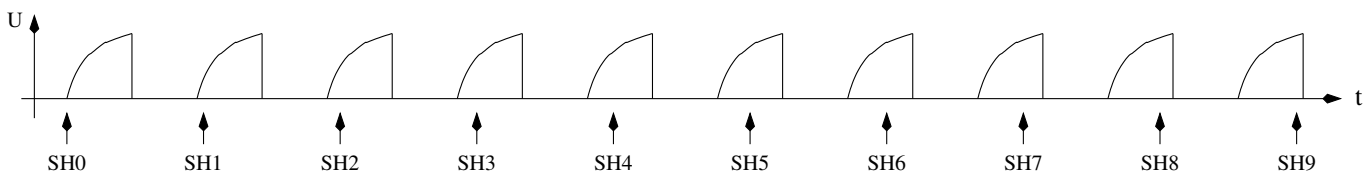

Abbildung 5.30. Abtasten eines Spannungsverlaufs mit der Samplingmethode
Der Funkamateurl Pieter-Tjerk (PA3FWM) hat für die Messung sehr kleiner Kapazitäten ( $< 100\text{pF}$ ) mit hoher Auflösung die Fähigkeiten des Testers um die Sampling ADC Methode erweitert. Die Wandlungsdauer des ADC reicht eigentlich nicht aus, um schnelle Vorgänge abtasten zu können. Bei der Abtastung der Spannung wird das Eingangssignal aber zu einer exakt festgelegten Zeit abgetastet, der Sample und Hold Zeit (SH). Der ADC braucht für eine komplette Wandlung 13 Takte, wobei der ADC Takt durch Teilung des Prozessortaktes durch 128 oder 64 gewonnen wird. Die Abtastung des Spannungswertes findet immer genau bei ADC-Takt Nummer 1.5 statt. Wenn nun das abzutastende Spannungssignal immer wieder neu erzeugt werden kann, kann man durch Verschiebung der Abtastzeit das komplette Signal mit dem Raster der Verschiebung abtasten. Eine normale ADC-Wandlung dauert bei 8 MHz Prozessortakt  $13 \times 64 = 832$  Taktzyklen. Wenn das Signal nun mit einem 831 Takte Zyklus wiederholt wird, würde die ununterbrochene ADC-Wandlung (Freilauf-Modus) das Signal bei jeder fortlaufenden Wandlung einen Prozessortakt später abtasten. Mit dieser Methode muß dafür gesorgt werden, daß die erste ADC-Abtastung des Signals zu der gewünschten Startzeit beginnt. Die Zeiten der fortlaufenden ADC Werte verschieben sich dann jeweils um einen Prozessortakt relativ zum neu erzeugten Signal. Wenn die Wiederholung des Signals gut gelingt, entspricht das aus vielen Signalwiederholungen zusammengesetzte Signal dann dem ADC Signal, das mit Prozessortakt (8 MHz) abgetastet und gewandelt würde. Die Abbildung 5.30 zeigt das Prinzip der Abtastung mit einem zehnmal wiederholten Signal um daraus 10 Abtastwerte (SH0 - SH9) zu gewinnen. Für den wirklichen Fall ist die relative Zeitverschiebung der aufeinanderfolgenden Abtastungen viel geringer als dargestellt.